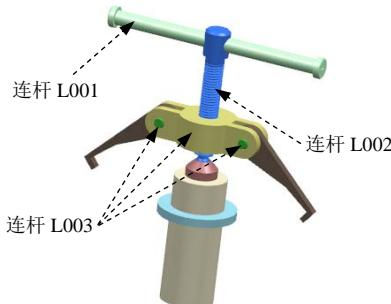

图 10.6.2 定义连杆 (一)
(1) 定义连杆 L001、连杆 L002 和连杆 L003。选择下拉菜单  →  命令，系统弹出“连杆”对话框，取消选中  固定连杆 复选框，然后选取图 10.6.2 所示的零件为连杆 L001（共 5 个零件）、连杆 L002 和连杆 L003（共 3 个零件），其余参数接受系统默认，在“连杆”对话框中分别单击  按钮。